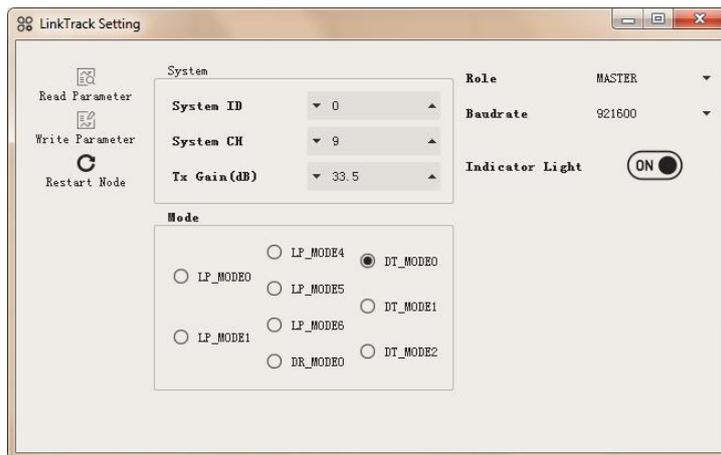
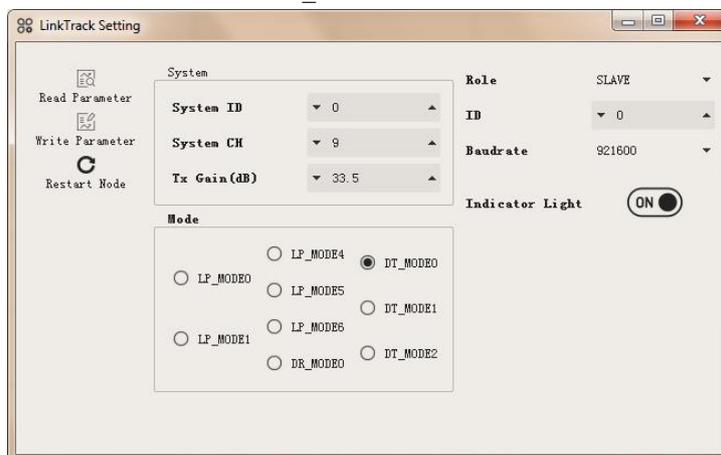

图 12: DT_MODE0 下 M 配置图
图 13: DT_MODE0 下 S0 配置图
1. **【配置系统】** 准备 5 个 LT 节点，通过 NAssistant 配置一个节点为 1 个 MASTER，简记为 M；配置另外 4 个节点为 SLAVE，ID 为 S0~S3。图 12 为 M 的配置，图 13 为 S0 的配置，其他 SLAVE 的 ID 需要对应，其他参数一般与 S0 一致。
DT_MODE1 的相关配置参数与 DT_MODE0 基本一致，可参考图 12 及图 13。
DT_MODE2 的相关配置参数与 DT_MODE0 基本一致，可参考图 12 及图 13。